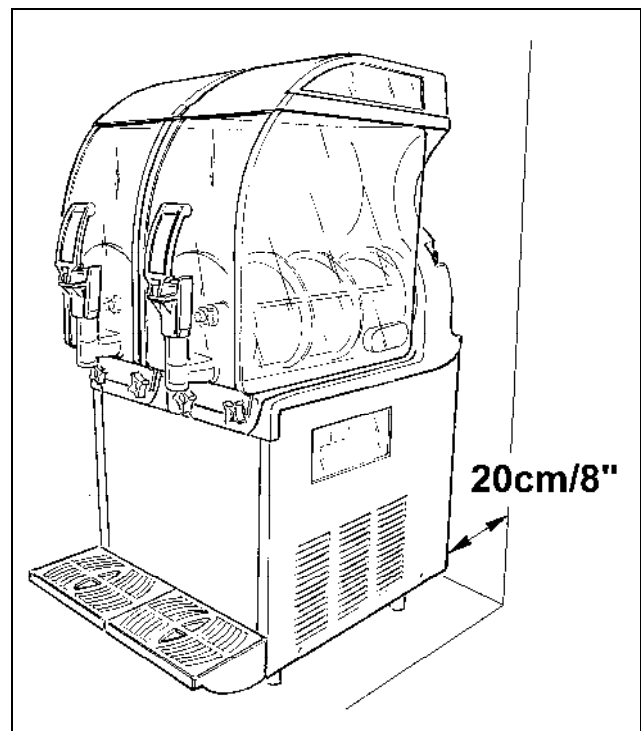

Fig. 2
b) Appoggiare l'apparecchio su una superficie orizzontale e solida facendo in modo che la carrozzeria dell'apparecchio sia ben areata (almeno 8 inch di spazio libero, fig.2), installare l'apparecchio in un ambiente asciutto ed evitare di installarlo vicino a fonti di calore. **La temperatura ambiente di utilizzo macchina deve essere compresa tra i 75°F e i 100°F.**